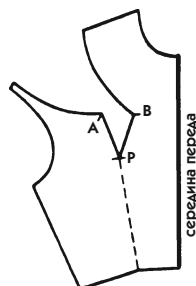
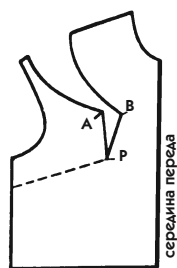

Рис. 517
Рис. 519
3. Разложите лекало на плоскости и уточните линию зигзагообразной вытачки. Разрежьте лекало вдоль этой новой линии. Закройте вытачку от талии. Вы должны получить лекало, как на рис. 517.
2. Перенесите вытачку, как в предыдущем примере, и сравните ее глубину (рис. 519) с вытачкой рис. 517. Если вы придерживались описания, то расстояние между засечками А и В будет достаточным, чтобы расположить необходимый для каждого края шов (минимально 10—12 мм). Но рассмотрим следующую модель.